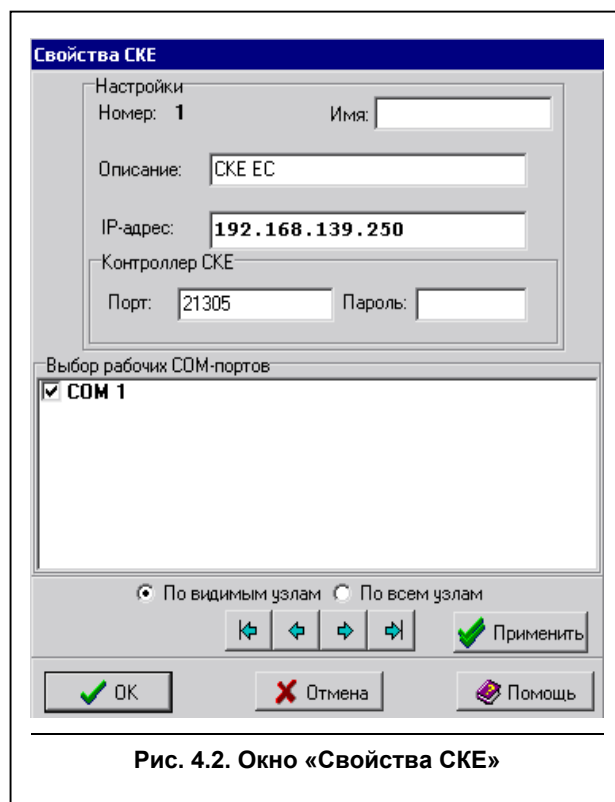

Рис. 4.2. Окно «Свойства СКЕ»
- передачи команд управления от компьютера в контроллеры доступа серии «КОДОС ЕС» (вариант настройки СКЕ ЕС, см. Рис. 4.2) или в прибор «КОДОС А-20»;